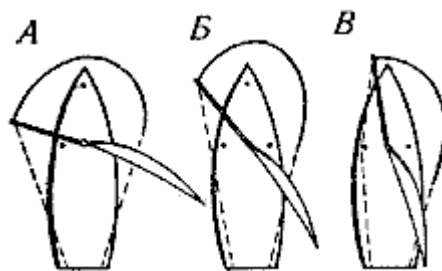

Рис. 114. Схема несения спинакера на разных курсах
**На курсе фордевинд** спинакер надо нести так, чтобы спинакер-гик почти касался наветренных вант (**рис. 114,А**), а шкот потравить как можно больше: спинакер должен уйти вперед и принять возможно более «пузатую» форму, а спинакер-гик — продолжать линию грота-гика с наветренной стороны мачты.
**На курсе бакштаг** нести спинакер легче, так как он работает даже в слабый ветер и меньше загораживается гротом. Брас травят таким образом, чтобы спинакер-гик стоял между вантами и штагом. На курсе крутой бакштаг вместе со спинакером можно нести и стаксель, хотя заставить его работать нелегко (рис. 114,Б)
**На курсе галфвинд** спинакер-гик стравливают до штага (рис. 114, В). Спинакер на этом курсе очень мешает работе грота, кренит яхту и нижней шкаториной цепляет за волны. Поэтому для галфвинда шьют специальные спинакеры (более плоской формы и меньшего размера).